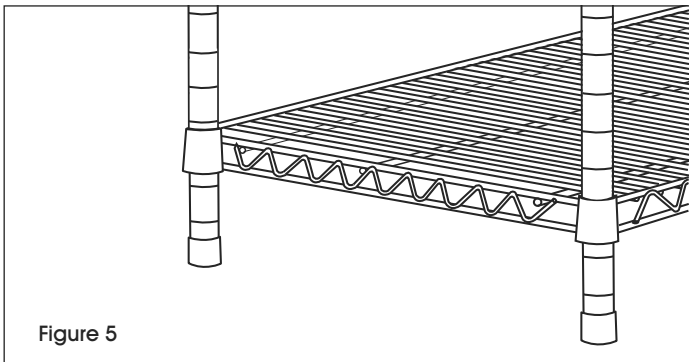

Figure 5
- Stand unit upright. Gently tap shelf down to secure it. (See Figure 5)
6. Placez l'unité à la verticale. Tapotez délicatement la tablette vers le bas pour la sécuriser. (Voir Figure 5)